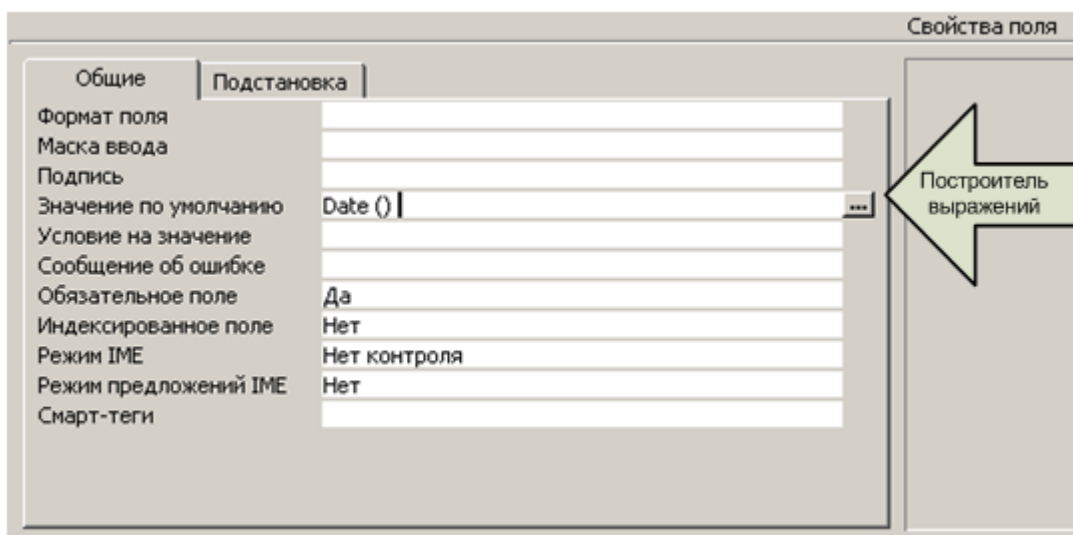

Рис.7. Вызов ПОСТРОИТЕЛЯ ВЫРАЖЕНИЙ
1. Установите курсор в поле (например, поле ДАТА_ЗАКАЗА[1] таблицы ЗАКАЗ) и щелкните по кнопке ПОСТРОИТЕЛЯ ВЫРАЖЕНИЙ (рис.7).